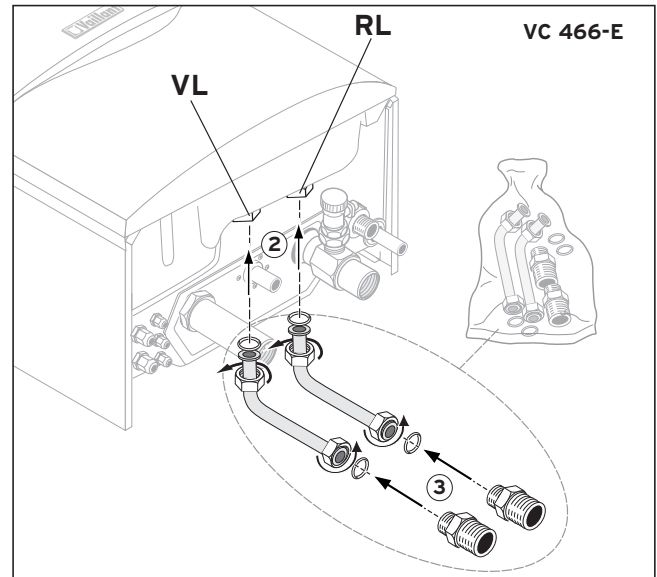

Fig. 3: Speicheranschlussrohre und Reduzierstücke montieren
- Montieren Sie die beiden Speicheranschlussrohre (Vor- und Rücklauf) mit den entsprechenden Dichtungen (Fig. 3).
- Montieren Sie je ein Reduzierstück mit Dichtung (R 3/4 - R1) am Speichervor- und -rücklauf (Fig. 3).
Die Tüte in Fig. 3 ist Inhalt des Gerätebeipacks.